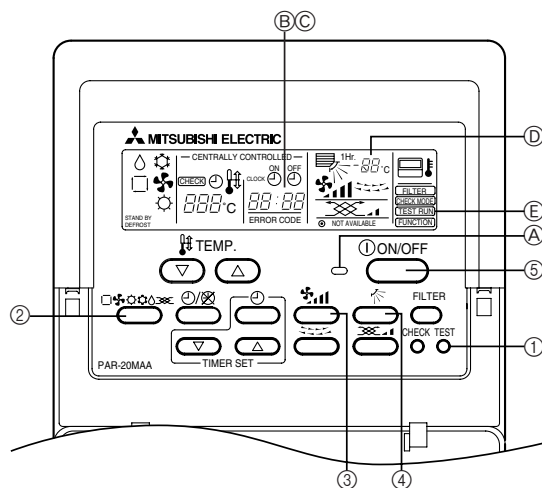

Fig. 7-1
7. Test run (Fig. 7-1)
| 3. Anbringung der Innenanlage | 8 | 7. Testlauf (Fig. 7-1) | 13 |